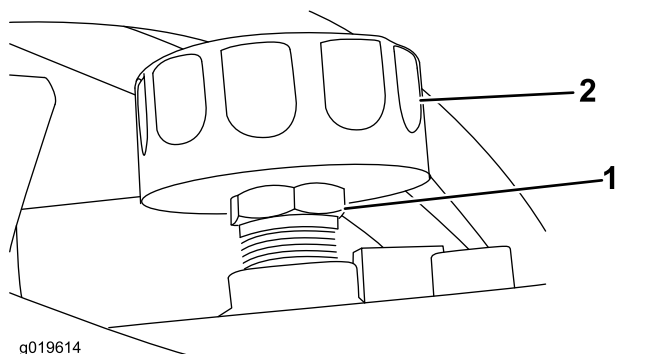

Figure 33
4. Enlevez le bouchon de remplissage/reniflard du réservoir hydraulique (Figure 33).